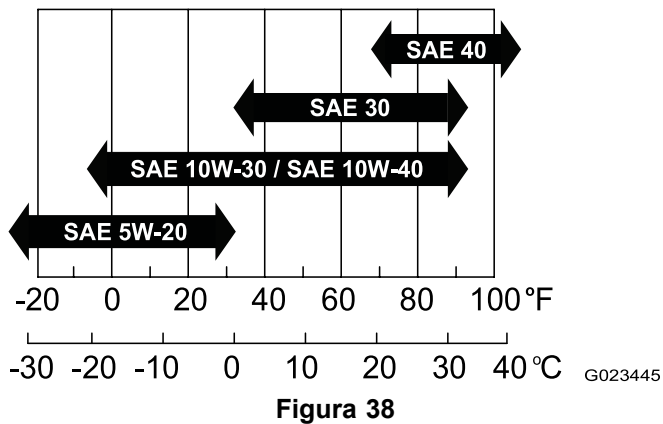

Figura 38
- **Viscosidad:** SAE 30; consulte otras viscosidades en la tabla siguiente (Figura 38):